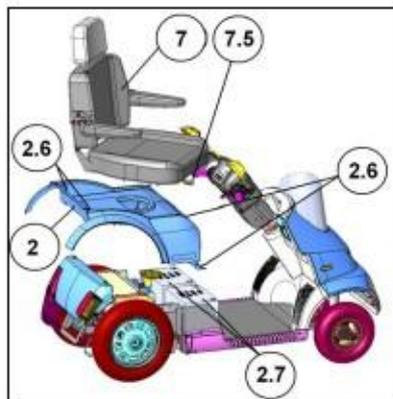
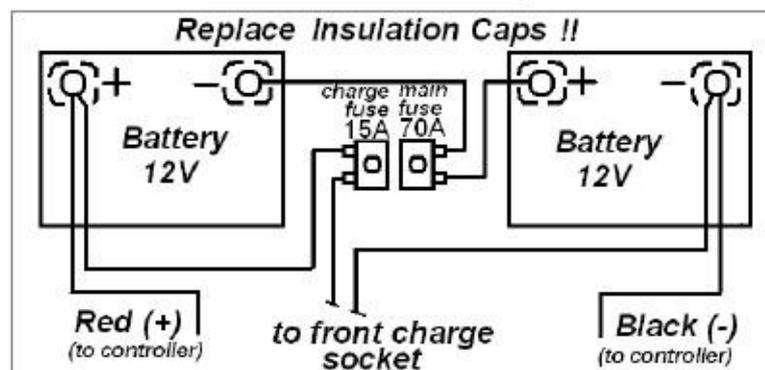

Figura 11
Figura 12
2. Los números entre paréntesis se refieren a las partes ilustradas en la figura 11.
Reemplace las baterías	<p>Nota! Las baterías deben ser reemplazadas por sólo profesionales capacitados. Advertencia! Las baterías contienen mucha energía y pueden explotar, lo que puede provocar un posible incendio. Advertencia! El manejo de las baterías puede causar daños y lesiones si no se hace correctamente. En este procedimiento, consulte la Figura 12.</p> <ol style="list-style-type: none"> 1. Retire la tapa de las baterías. 2. Con una llave de 10/13 mm, desenroscar el cableado del terminal. Tenga cuidado de no dejar que la llave toque clave de cualquier parte metálica, ya que esto podría causar daños o lesiones. 3. Repita los pasos 1 y 2 para el resto de terminales. 4. Retire las baterías viejas e instale los nuevos. 5. Conecte los cables de las nuevas baterías como se muestra (Figura 11) (También se muestra en la etiqueta ubicada cerca de las baterías). 6. Atornille los terminales de forma segura y ponga los tapones en los terminales